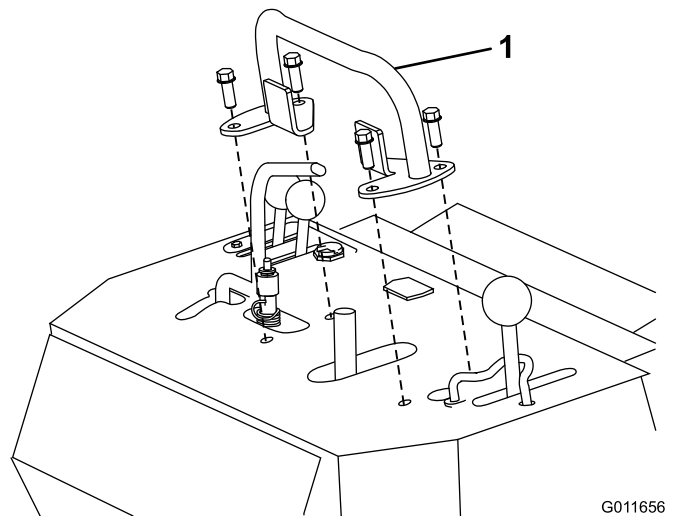

Figura 4
3. Rimuovete la barra di riferimento (Figura 4)